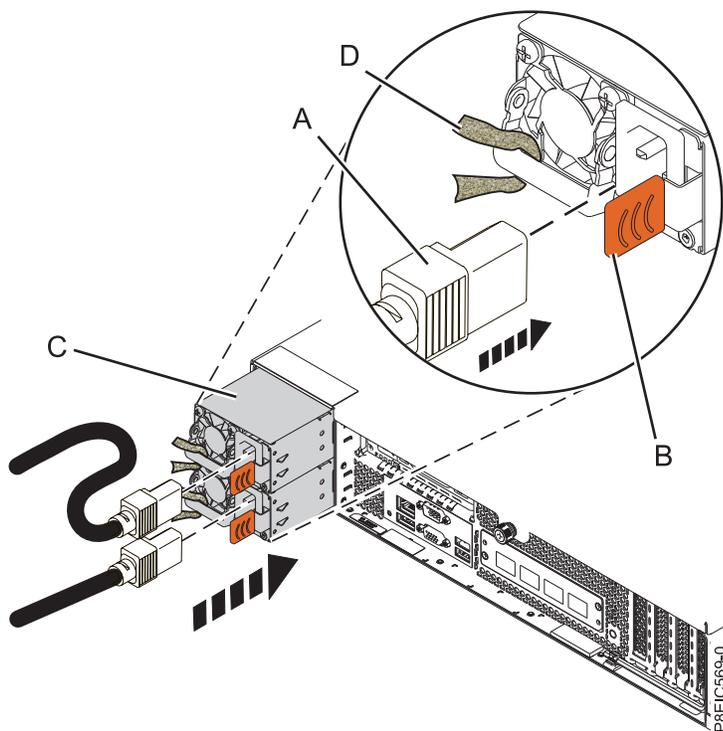

Figure 59. Remise en place d'un bloc d'alimentation dans le système
1. Aligned le bloc d'alimentation (C) avec la baie et faites-le glisser dans le système jusqu'à ce que le loquet (B) s'enclenche. Voir figure 59.
- a. Raccordez le cordon d'alimentation au bloc d'alimentation, comme illustré dans la figure 59.